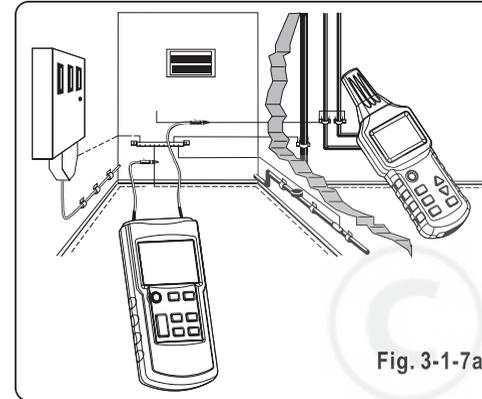

Fig. 3-1-7a
- La détection de la conduite d'eau courante posée et de la conduite de chauffage est illustrée respectivement à la Fig. 3-1-7a et à la Fig. 3-1-7b.